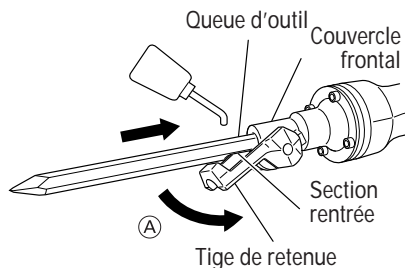

Fig. 6
- (1) Nettoyer la tige de l'accessoire, puis l'enduire de graisse ou d'huile de machine.
- (2) Déplacer la retenue sur la position ouverte (A). Aligner la tige de l'accessoire de façon que la section rentrée se trouve sous la bride, et insérer l'accessoire tel qu'une pointe à broyer, un cutter, etc. dans l'orifice hexagonal du couvercle avant (voir Fig. 6).